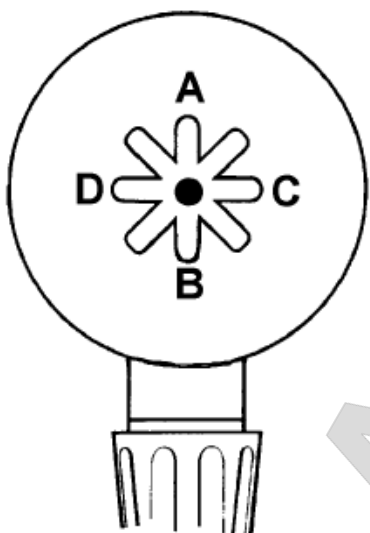

Рис.11
**3.** Установите переключатель (Рис.11) в положение **А**: зажимной рычаг поднимается вверх. Установите переключатель в положение **В**: зажимной рычаг опустится вниз.
**4.** Установите переключатель (Рис.11) в положение **С**: опора зажимного рычага передвинется вправо. Установите переключатель в положение